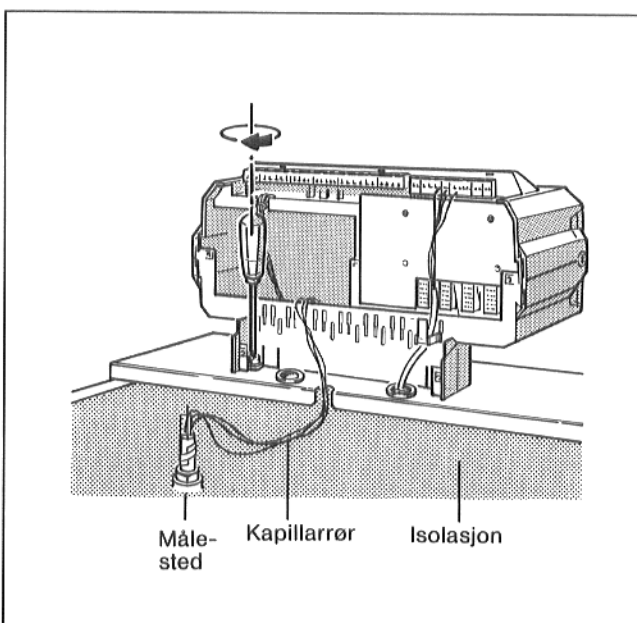

Fig. 24
- Kontrollpanelet skrues fast med to skruer i de bakre hjørnene til kabelgjennomføringen på fremre topp-plate (fig. 24).
- Kapillarrør og følerledning føres bakover til målestedet på isolasjonen til kjeleblokken (fig. 24).